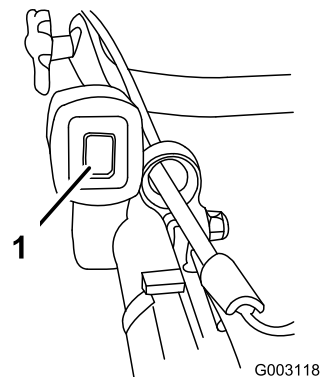

Figure 18
1. Poussez le commutateur d'allumage en position arrêt (Figure 18).